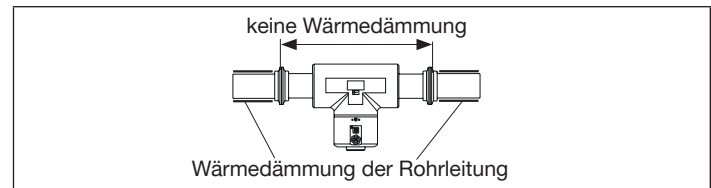
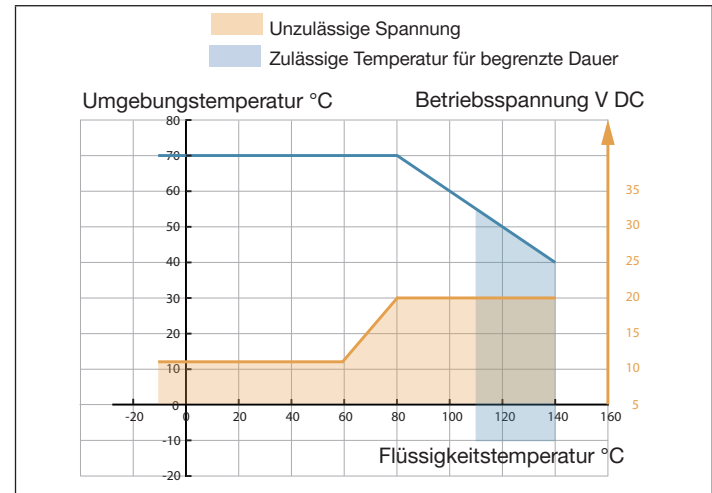

Bild 10: Wärmedämmung der Rohrleitung
Bild 15: Mindestversorgungsspannung je nach Umgebungstemperatur und Flüssigkeitstemperatur
- Wenn die Rohrleitung mit einer Wärmedämmung versehen ist, das Messrohr des Geräts nicht thermisch isolieren, damit die Temperatur im Gerät unterhalb 70 °C liegt. Siehe „Bild 10“ und „Bild 15“ für die Mindestversorgungsspannung.
- Mindestversorgungsspannung beachten, siehe „Bild 15“